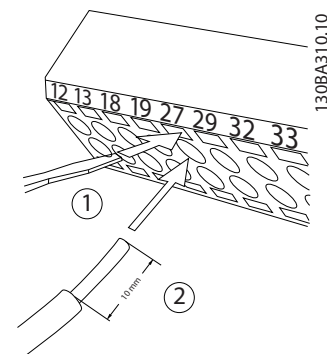

Рисунок 2.16 Подключение элементов управления
1. Разомкните контакт, вставив небольшую отвертку в прорезь, расположенную над или под контактом, как показано на *Рисунок 2.16*.